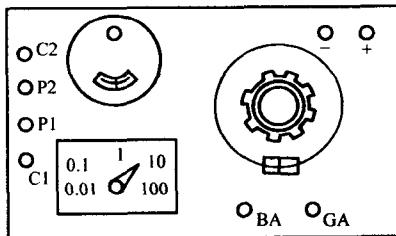

图 1-10
(3) 直流双臂电桥的使用 直流双臂电桥是一种测量低值电阻的仪器，以 QJ103 型为例，其面板如图 1-10 所示。